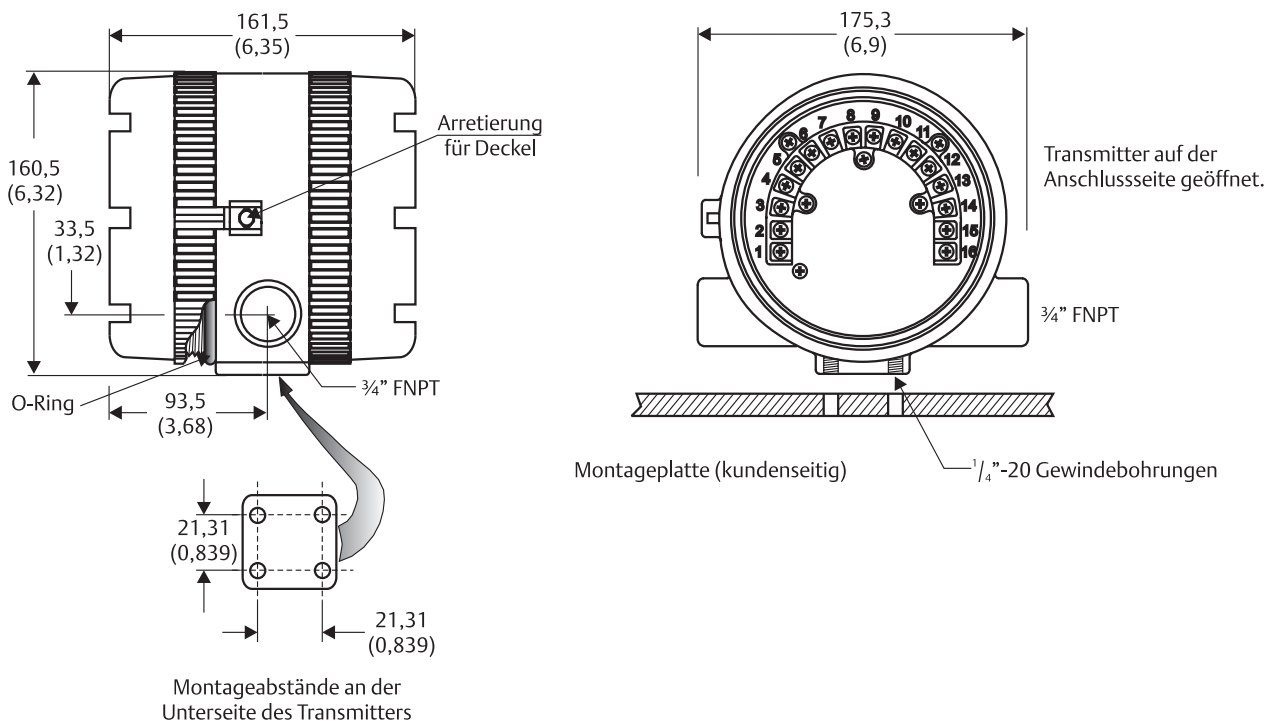

Abbildung 2-1 Wandmontage des Messumformers Modell 5081-A
2. Damit die elektronischen Komponenten des Messumformers nicht der Anlagenatmosphäre ausgesetzt werden, muss die Arretierung des Deckels (Seite der Anzeige und der Elektronik) installiert sein (siehe Abb. 2-1). Muss der Gehäusedeckel auf der Elektronikseite entfernt werden, so muss vorher die Arretierung gelöst werden. Danach kann der Gehäusedeckel abgeschraubt werden.
3. Der Messumformer ist mit $\frac{3}{4}$ " FNPT Verschraubungen für den Sensoranschluss sowie die Speisespannung ausgestattet (siehe Abbildung 2-1). Um die entsprechenden Kabel anschließen zu können, wird der Gehäusedeckel der Anschlussseite durch Drehen in Uhrzeigerichtung gelöst. Nach Entfernen des Gehäusedeckels wird die Anschlussklemmenleiste des 5081-A sichtbar.